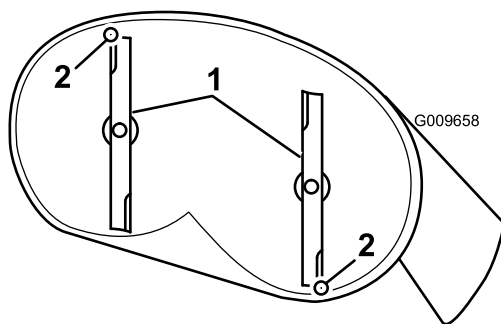

Figura 54
- Gire cuidadosamente las cuchillas colocándolas en el sentido de avance de la máquina (Figura 54).
5. Mida entre la punta de la cuchilla delantera y la superficie plana y entre la punta de la cuchilla trasera y la superficie plana (Figura 54).
9. Después de realizar el ajuste, compruebe de nuevo la inclinación longitudinal, y siga ajustando la tuerca hasta que la punta de la cuchilla delantera esté entre 1.6 y 7.9 mm (1/16" a 5/16") más baja que la punta de la cuchilla trasera (Figura 54).